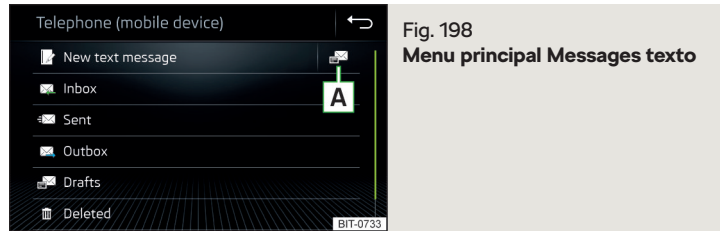

Fig. 198
- Dans le menu principal *Téléphone*, appuyez sur la touche de fonction  Un menu pour les messages texte s'affiche » fig. 198.
- Dans le menu principal des messages texte, actionnez la touche de fonction  » fig. 198 à la page 177.